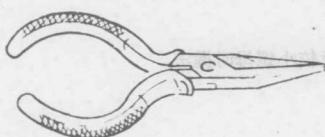

图2-8 尖嘴钳
(4) 尖嘴钳 尖嘴钳的头部尖细，适用于在狭小的工作空间操作。尖嘴钳也有铁柄和绝缘柄两种，绝缘柄的耐压为500伏，其外形如图2-8所示。